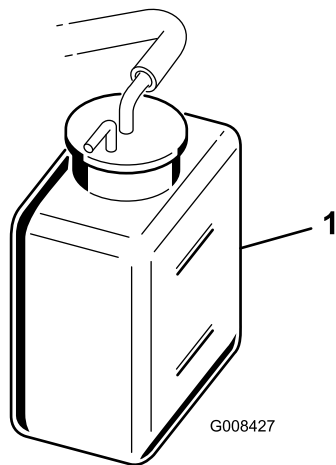

Figura 31
2. Compruebe el nivel de refrigerante (Figura 31).